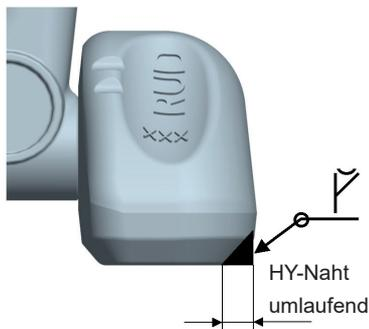

Abb. 2: HY-Naht
5. Schweißen Sie die Anschweißklötze an (HY-Naht umlaufend). Entnehmen Sie dazu sowohl Nahtart als auch Nahtgröße aus Abbildung 2 und Tabelle 2.